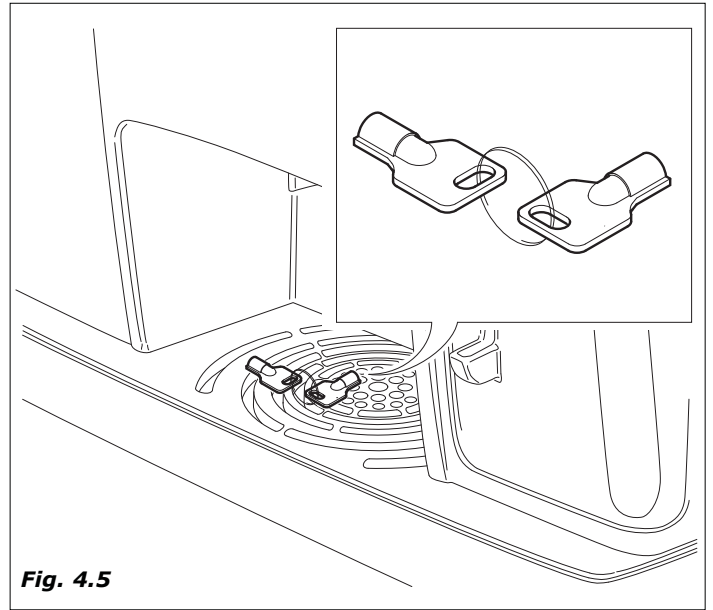

Fig. 4.5
- Prendre la clef dans le réceptacle gobelets (figure 4.5).